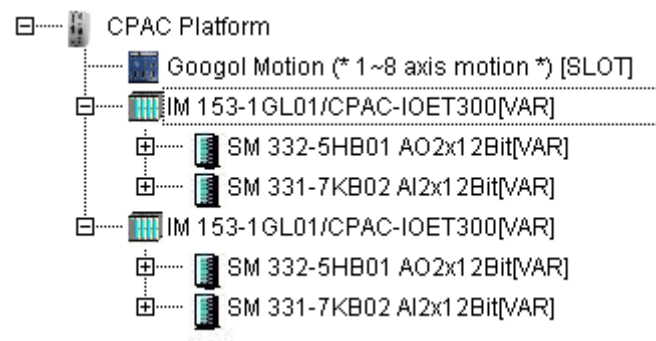

图 3-6
1) 同样在“资源”选项卡中，双击“PLC配置”，如图3-6所示，右键单击选择“添加子元件”中的“IO module”。
针对” CPAC GUC-X00-TPX” 平台，可以添加IM/SM系列IO模块，也可以添加ACC系列IO模块，以及HMI操作面板，组态出IO如图3-6